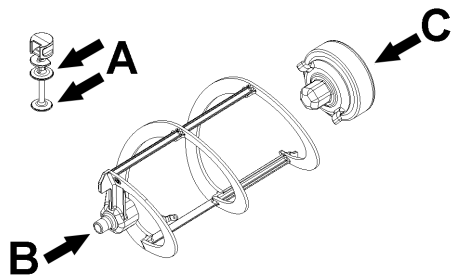
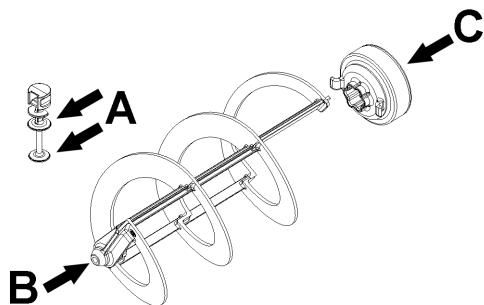

figure 9
figure 10
- 2 Lubrifier le piston du robinet, le joint hexagonal et le mélangeur aux points indiqués dans la (voir figure 9) (NG6) o (voir figure 10) (NG10). Utiliser uniquement la graisse fournie avec la machine ou une autre graisse prévue pour un usage
3 Remettre le robinet en place sur le bac en effectuant les opérations de la (voir figure 9) (voir figure 10) en sens inverse.